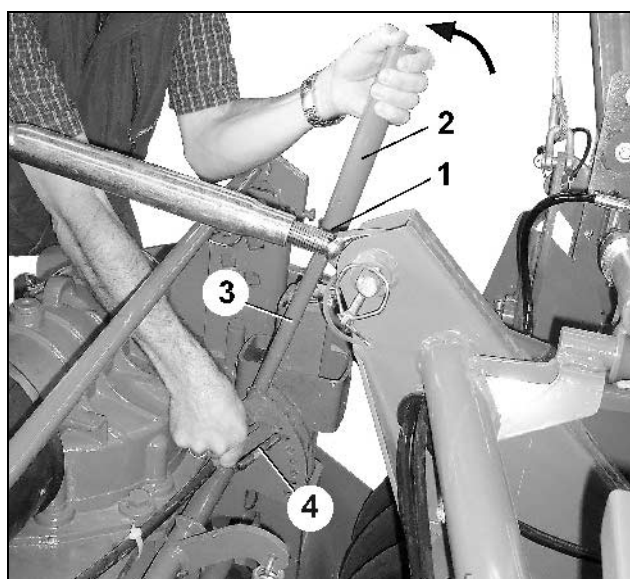

Рис. 94
- Отсоедините палец с пружинной защелкой (Рис. 94/1).
- Снимите удлинение рычага (Рис. 94/2) с рычага (Рис. 94/3)
- Поверните удлинение рычага и закрепите при помощи фиксирующего пальца с пружинной защелкой на рычаге (Рис. 94).
- Вставив крепежный палец (Рис. 94/4) в группу отверстий Вы можете установить необходимую высоту планировочного бруса.